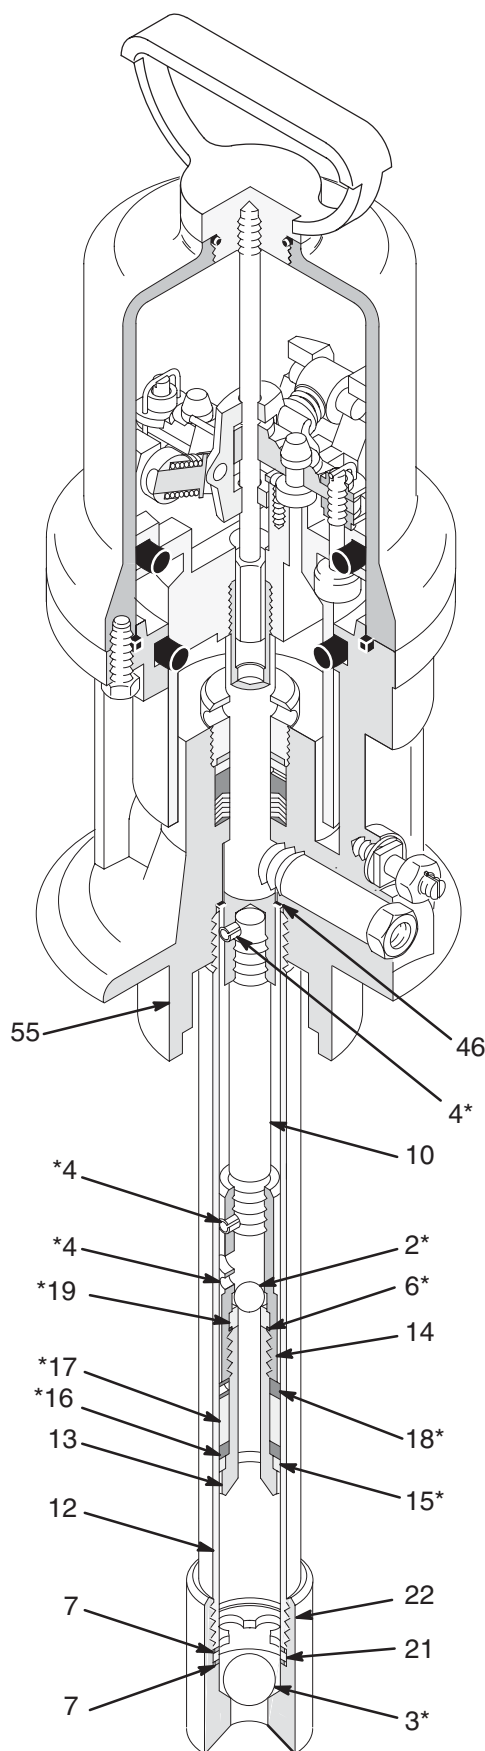

Fig. 5
3. Svitare il corpo della valvola di ammissione (22) dal tubo montante (12). Ved. Fig.5. Smontare la valvola di ammissione.
4. Pulire le parti, controllare che non siano usurate o danneggiate e sostituirle, se necessario. Se non è necessario procedere ad ulteriori operazioni di assistenza, riassembleare la valvola di ammissione, mettendo del materiale di tenuta sulle filettature dei maschi. Ved. Fig. 5.
5. Utilizzare un collare stringitubo per svitare il tubo montante (12) dalla base del motore (55). Verificare attentamente che la superficie interna del cilindro non presenti scalfitture o irregolarità sulla superficie liscia. Tali danni possono avere come conseguenza perdite e l'usura prematura delle guarnizioni. Se la parte è danneggiata, sostituirla.
6. Svitare il corpo dello stantuffo (13) dall'accoppiatore dello stantuffo stesso (14). Togliere la sfera (2*), l'alloggiamento (19*), la guarnizione (6*), il cuscinetto (18*), la guarnizione (17*) e la guarnizione di tenuta (16). Non togliere il cuscinetto in ottone inserito a pressione (15*). Ved. Fig.5.